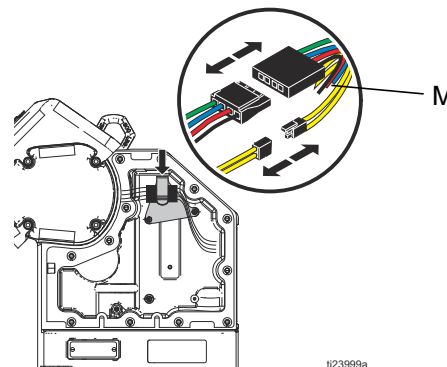

ABB. 19: Motordrähte
- Motorstromversorgung und Motortemperatursensor. Siehe ABB. 19 auf Seite 17.